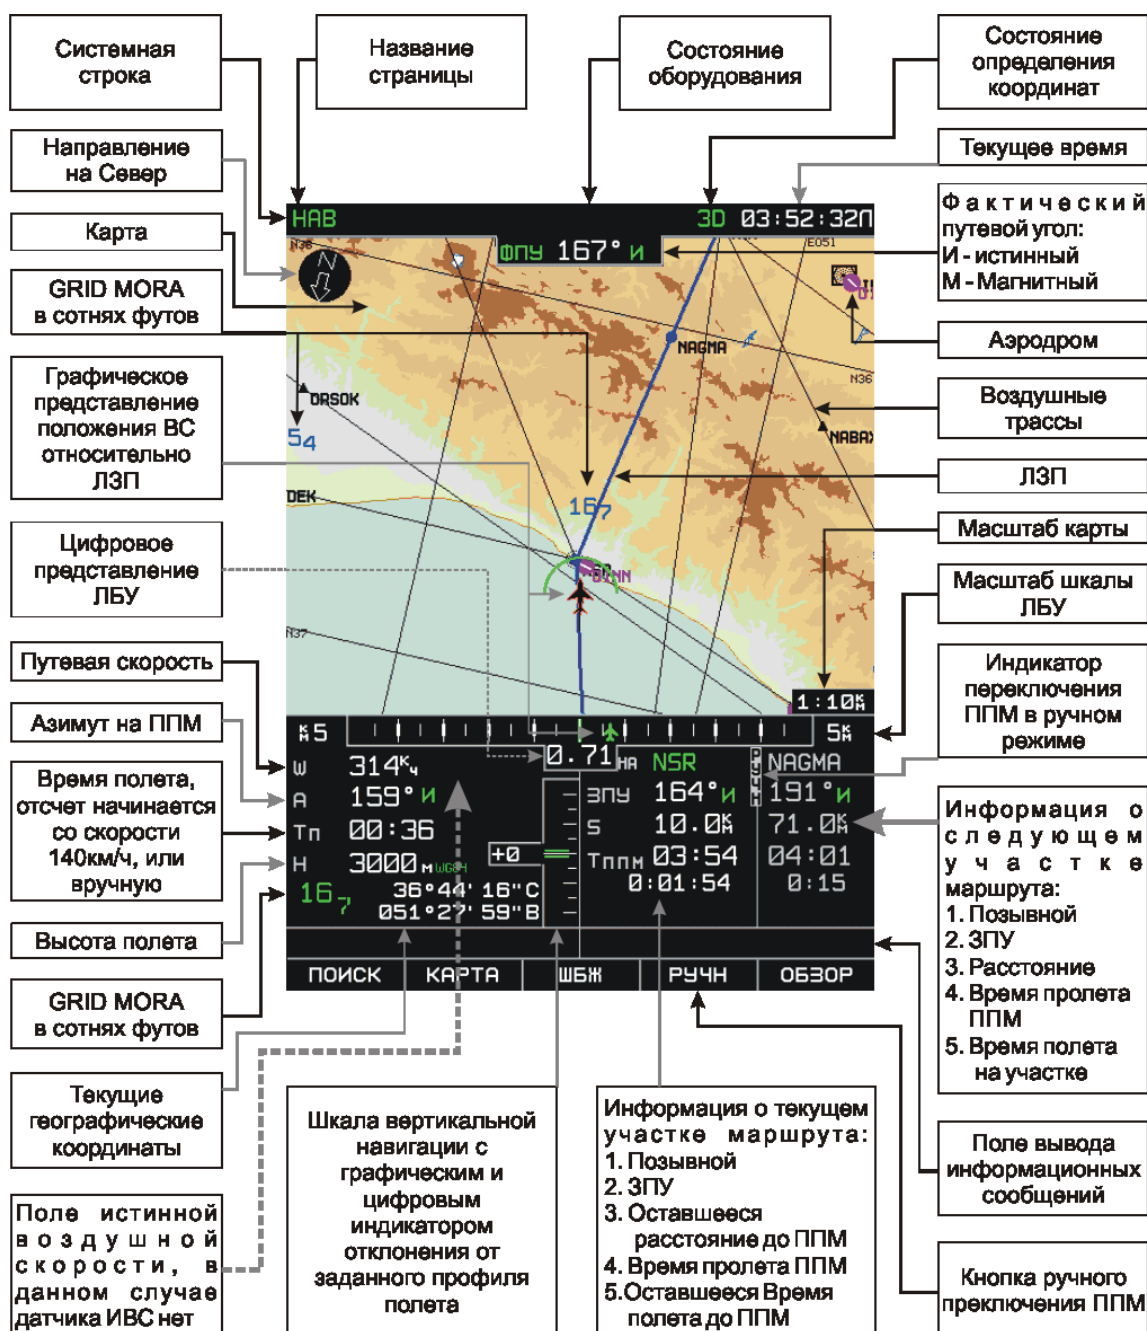

Рис. 11. Вид страницы в режиме НАВИГАЦИЯ
4. Перейти в режим НАВИГАЦИЯ, нажав кнопку **НАВ**. На дисплей отображается страница **НАВ (Рис. 11)**.